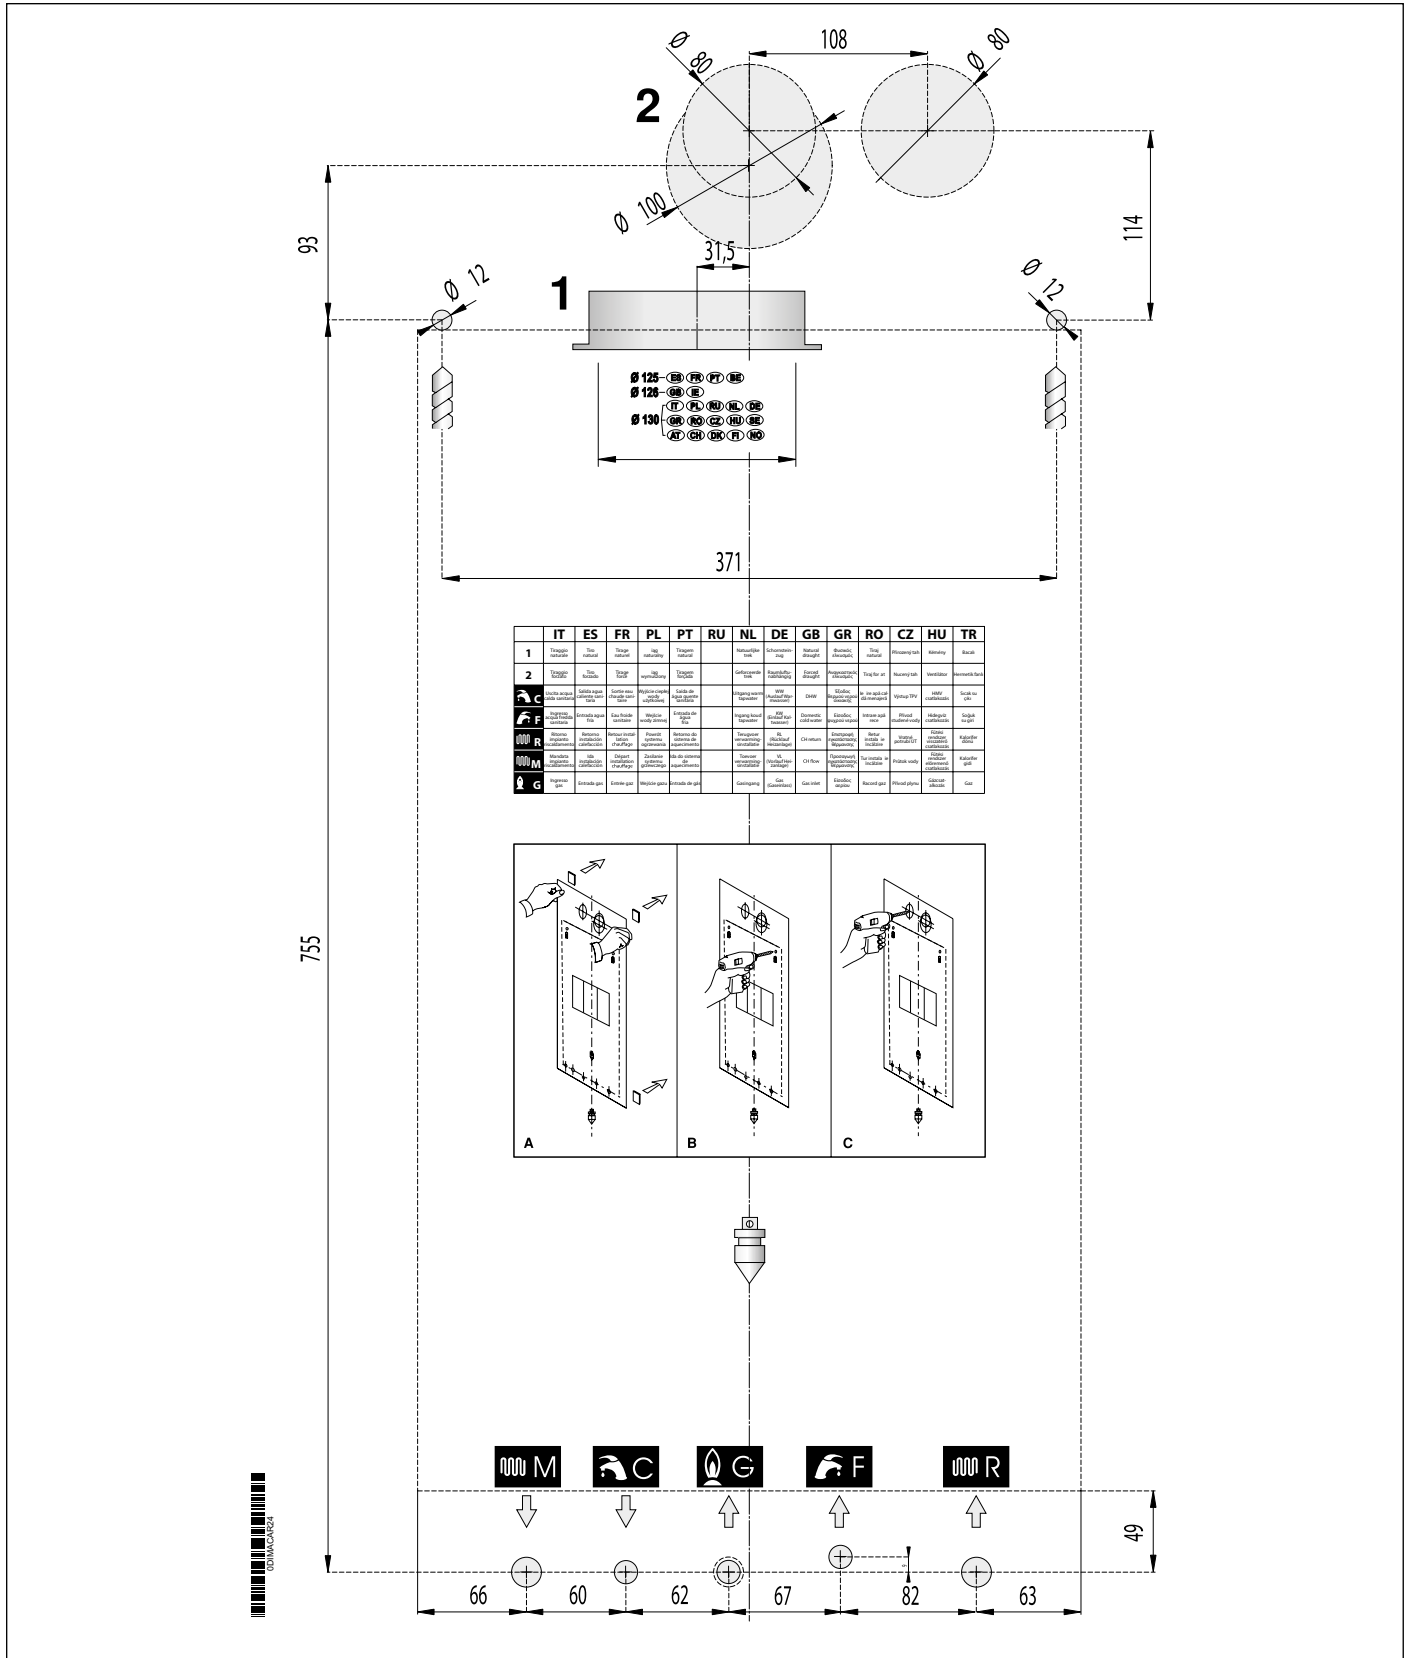

Fig. 11 Gabarit en papier
- le gabarit de fixation de la chaudière au mur (voir Fig. 11 Gabarit en papier).
Chaque appareil est accompagné d'un gabarit approprié en papier contenu dans l'emballage (voir Fig. 11 Gabarit en papier).